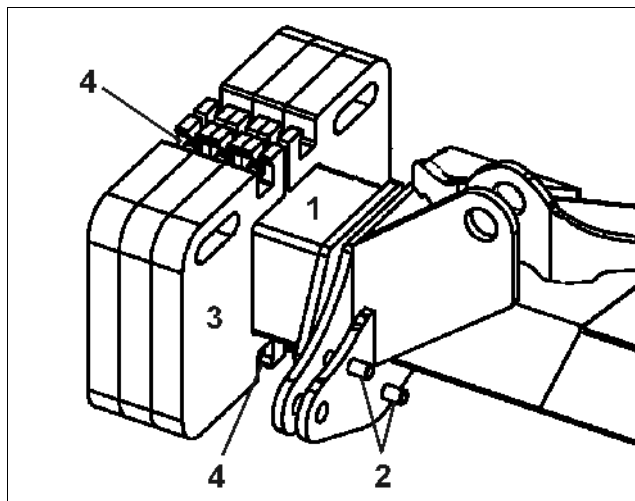

Fig. 9
- holderøret (Fig. 9/1) skrues fast til udlæggeren ved hjælp af fire bolte (Fig. 9/2).
- Anbring altid to ballastvægte (Fig. 9/3) til holderøret og skru dem godt fast (Fig. 9/4).